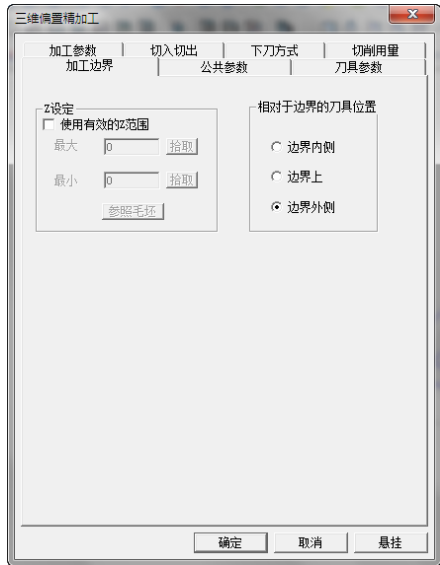

图 8-193 “加工边界”选项卡
- 5) 单击“加工边界”选项卡，设置“相对于边界的刀具位置”为“边界外侧”，如图 8-193 所示。